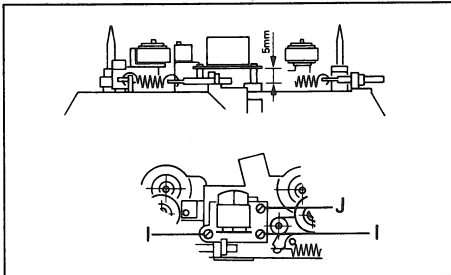

Fig. 3.18
- Die Höhe des Aufnahme-/Wiedergabekopfes ist mit den Schrauben [I] auf 5 mm voreinzustellen (Fig. 3.18).
- Preadjust the azimuth of the record/reproduce head with the two screws [I] to 5 mm (fig. 3.18).
- Ajustez la hauteur de la tête d'enregistrement/lecture à 5 mm grâce aux deux vis [I] (fig. 3.18).
- Die Kopfbühne ist mit Schraube [J] (Fig. 3.18) so einzustellen, dass der Wiedergabekopf auf Spalthöhe rechtwinklig zu der Kopfträgerlehre steht. (Dies kann mit Schieber [2] kontrolliert werden. Wenn die angefräste Seite gegen den Wiedergabekopf zeigt, muss der Luftspalt zwischen Kopf und Schieber parallel verlaufen.)